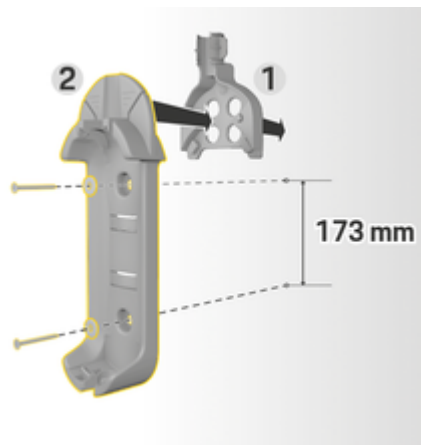

Fig. 98: Dimensões de perfuração
3. Pressione o suporte de parede básico 2 (Fig. 98) para a guia do cabo 1 (Fig. 98) a partir da frente.